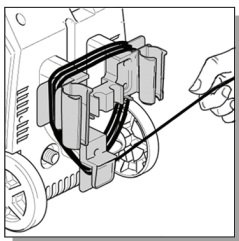

Fig. 25
- Enroulez le câble électrique autour du rangement accessoires, en utilisant les rallonges à la position 3H et 9H et le rangement à "L" du câble électrique à la position 6H (Figure 25).